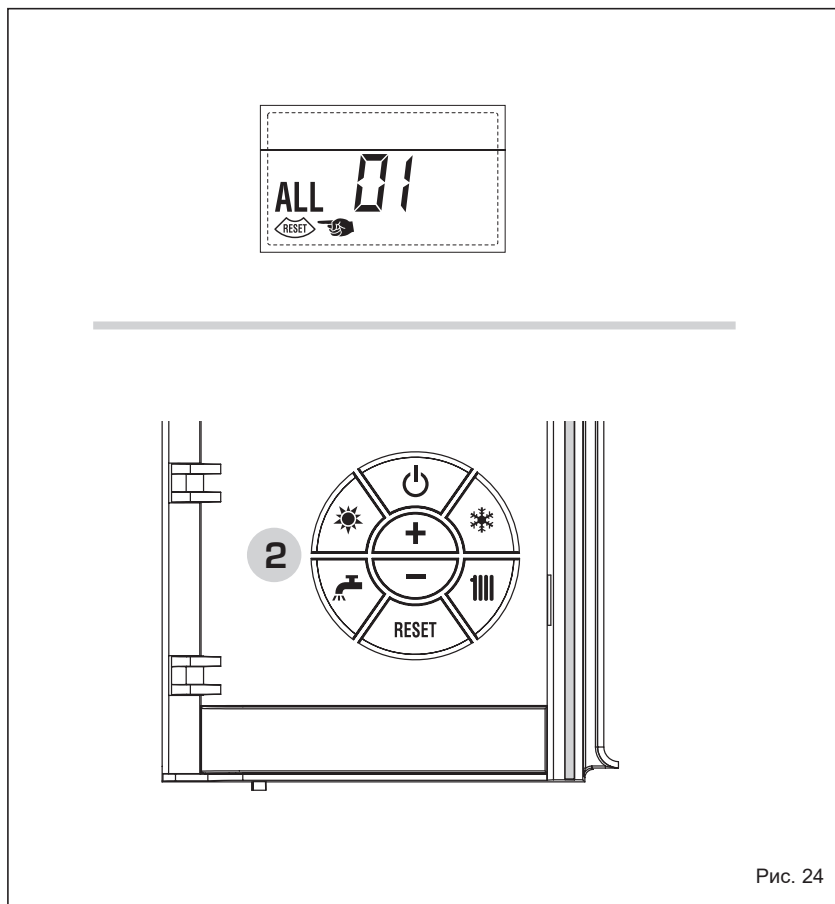

Рис. 24
– НЕПОЛАДКА В ВЫВОДЕ ДЫМА “ALL 01” (рис. 24)